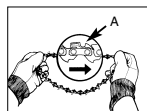

Abb. 4A
1. Separe a corrente enrolada formando um laço e tendo o cuidado de deixar as arestas de corte (A) viradas para fora e orientadas no **SENTIDO DOS PONTEIROS DO RELÓGIO** (fig. 4A).